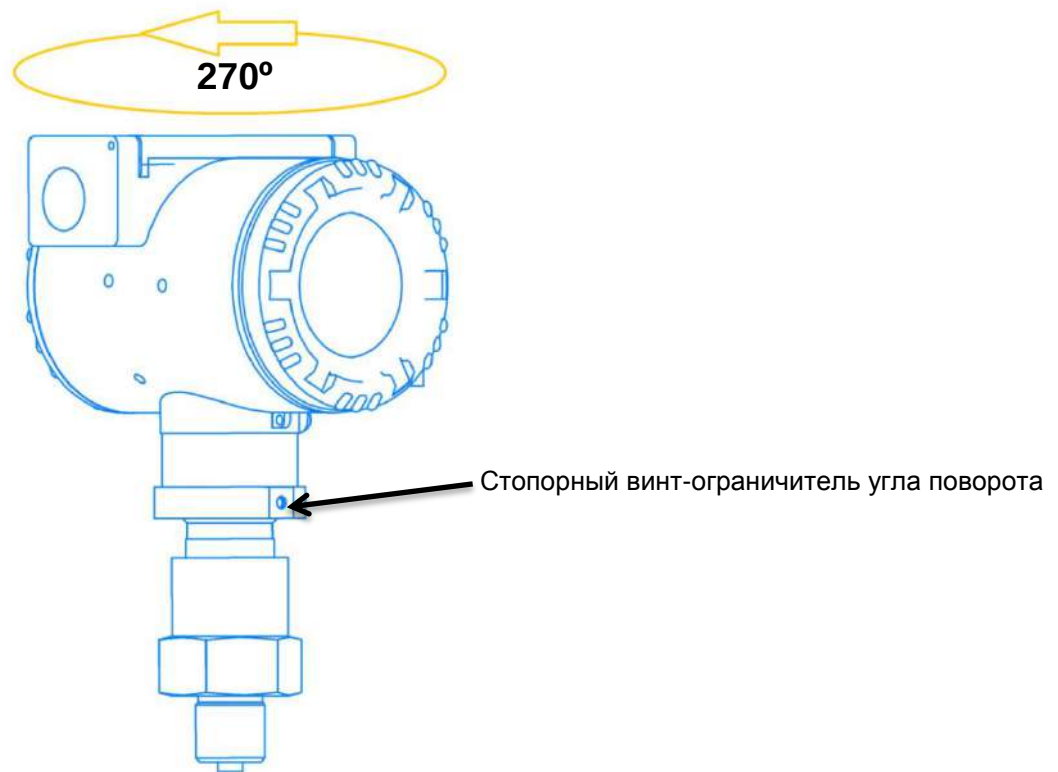

Рис.1.3
1.5.2 Конструкция позволяет поворачивать корпус электронного блока относительно модуля давления на угол 270° вокруг общей вертикальной оси, при этом ограничения угла поворота предельными значениями обеспечиваются конструкцией узла поворота см. рис.1.3.